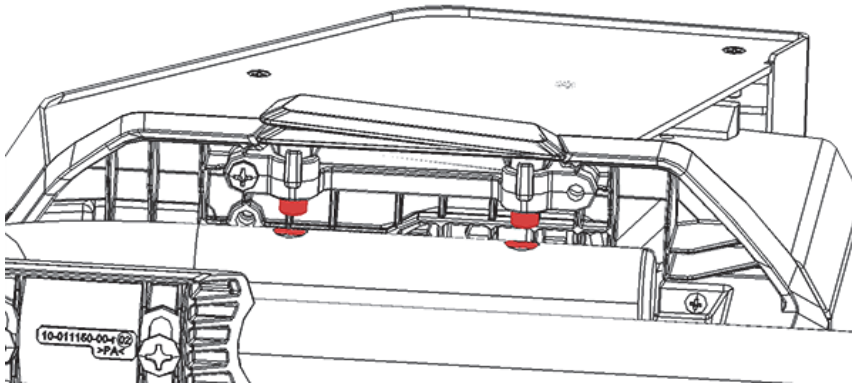

图 B-8 工作站样品舱的底视图
4. 在支架上来回滑动样品舱，将支架上的孔与样品舱上的销钉对齐（参见第112页的图 B-8），直到销钉进入到支架的孔中，并听到咔嗒声响。